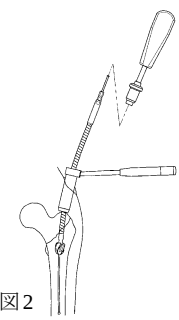

図2
- 2) グリップハンドルをフレキシブルリーマー後端に接続し、スキンプロテクターを介して近位部をリーミングします。（図2）